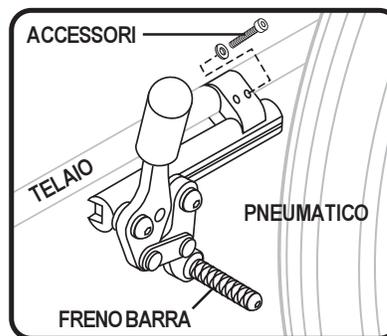

Figura 22. Regolazione freno di parcheggio
3. Allentare gli accessori di fissaggio del freno di parcheggio al telaio. Vedere figura 22.